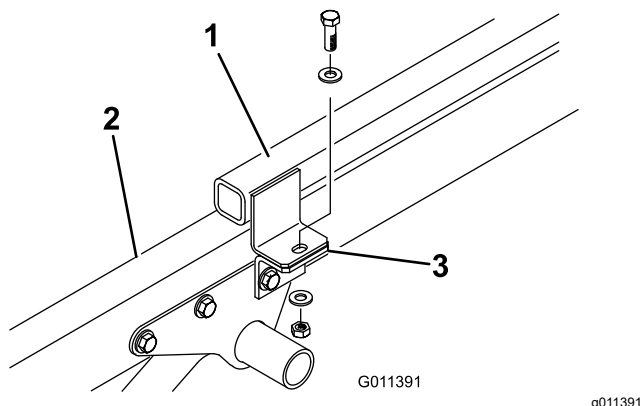

Figura 6
3. Togliete la vite a testa cilindrica, le 2 rondelle piane e il dado di bloccaggio che fissa ogni staffa di attacco alle linguette del telaio di traino (Figura 6).